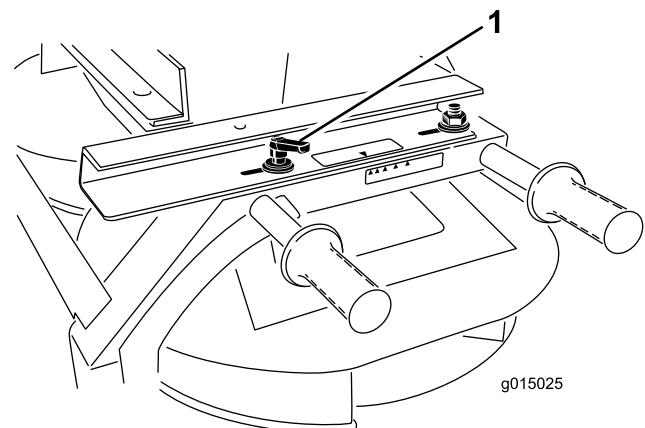

Figure 32
1. Desserrez la poignée de chaque côté du Twin Spinner (Figure 32).